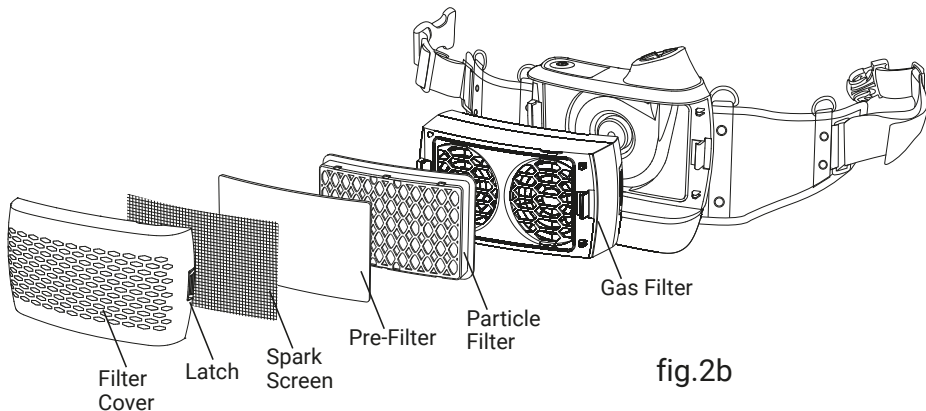

fig.2b
- Installeer het deeltjesfilter volgens afb.2b.